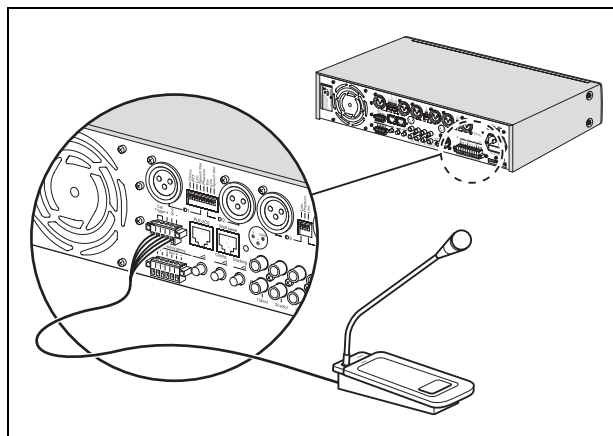

figure 4.4: Connecteur Euro avec déclencheur
- connecteur Euro avec déclencheur. Voir figure 4.4.